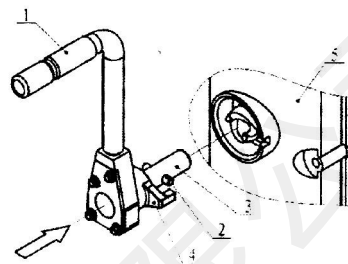

图2
b. 逆时针转动拨套4，使拨套4上凸起的方销与齿轮室盖5上的方槽对齐（见图2）；